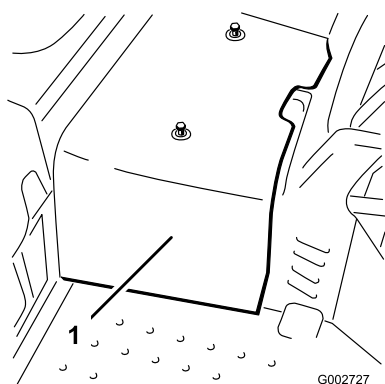

图42
- 拧掉将中央护罩固定到机器的 2 个螺丝然后取下护罩 图42。